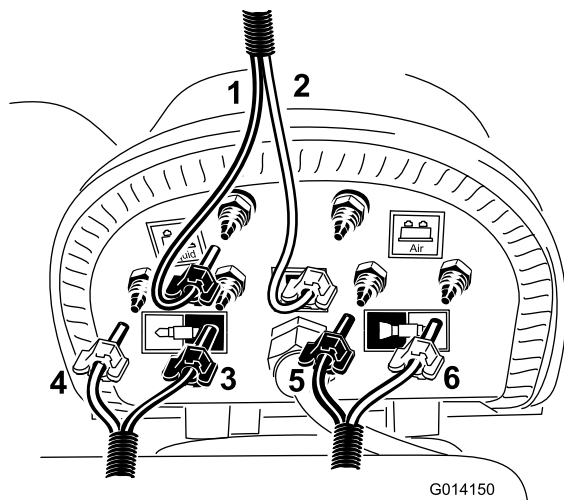

图16
- C. 将蓝色管和透明管安装在压缩机相应的上宝塔接头上（图16）。
- F. 找出连接至左喷洒臂的泡沫软管，将蓝色管和白色管安装至如图16 所示的位置。
- G. 找出连接至右喷洒臂的泡沫软管，将蓝色管和白色管安装至如图16 所示的位置。